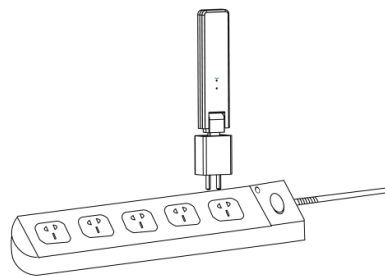

Figure 2
b. Si vous utilisez une barrette d'alimentation, assurez-vous qu'elle est placée à au moins 1 mètre au-dessus du sol et essayez autant que possible d'installer le DTU à 90 degrés par rapport au sol (figure 2).